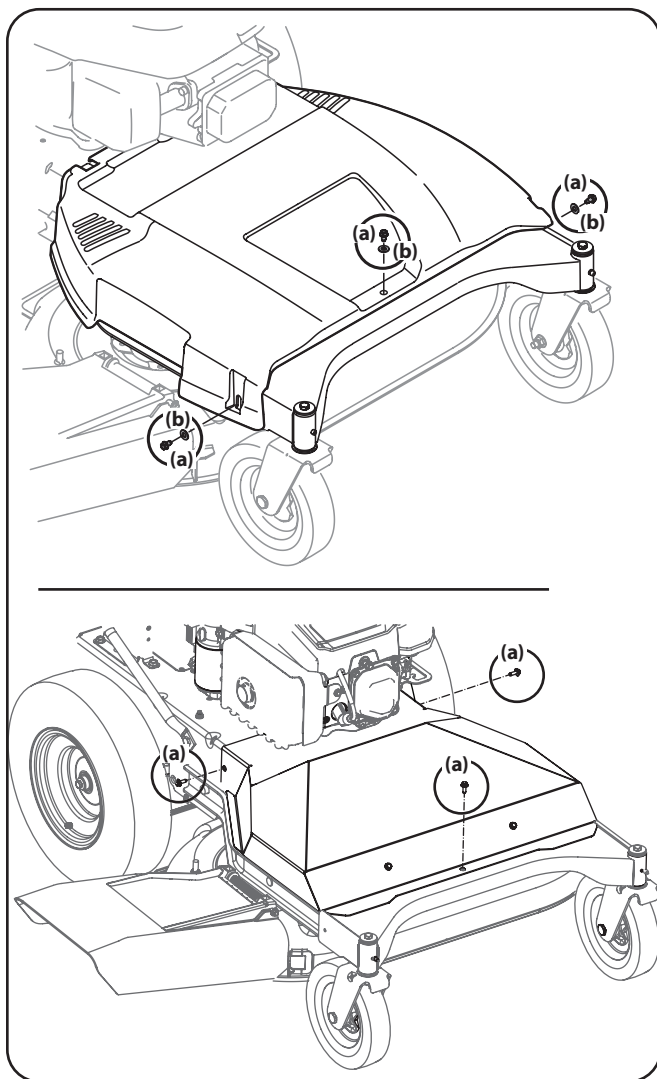

Figura 7-1
1. Para sacar la cubierta de la correa saque los tres tornillos y arandelas que la sujetan al bastidor. Vea Figura 7-1.
1. Retire la cubierta del cinturón quitando los tres tornillos (a) y las arandelas (b) (si las tiene) que lo fijan al marco. Vea la Figura 7-1 para la ubicación de la ferretería de acuerdo con la forma de la cubierta del cinturón.
2. Retire la cubierta de la correa como se ha indicado antes en esta sección. Consulte Figura 7-1.